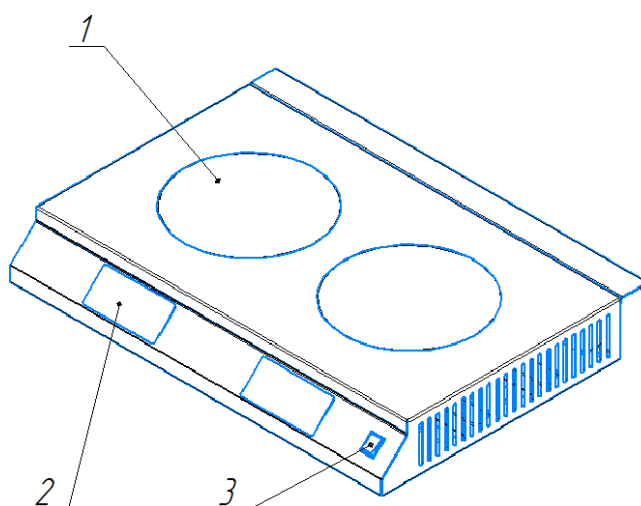

Рисунок 1 — Плита электрическая индукционная «ПЭИ-20-15-С»:
- включить клавишный переключатель (поз. 3, рис. 1) на передней стенке ВКЛ. (Прозвучит звуковой сигнал, загорится электронное табло на пульте). Конфорки включены и находятся в режиме ожидания последующих команд;
**Для полного отключения плиты необходимо выключить клавишный переключатель на лицевой панели (поз. 3, рис. 1).**
***отключать клавишный переключатель (поз. 3, рис. 1), не выключив конфорку.***